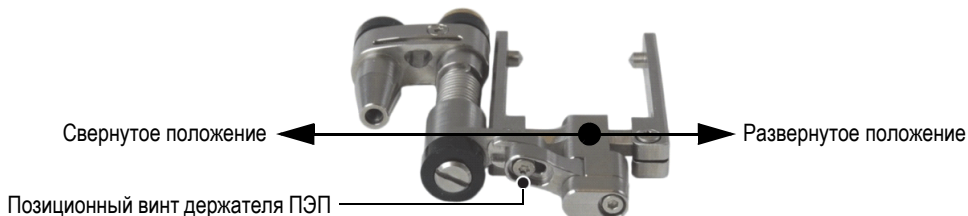

Рис. 2-12 Настройка положения держателя ПЭП
5. Настройте держатель ПЭП (см. Рис. 2-12 на стр. 33):